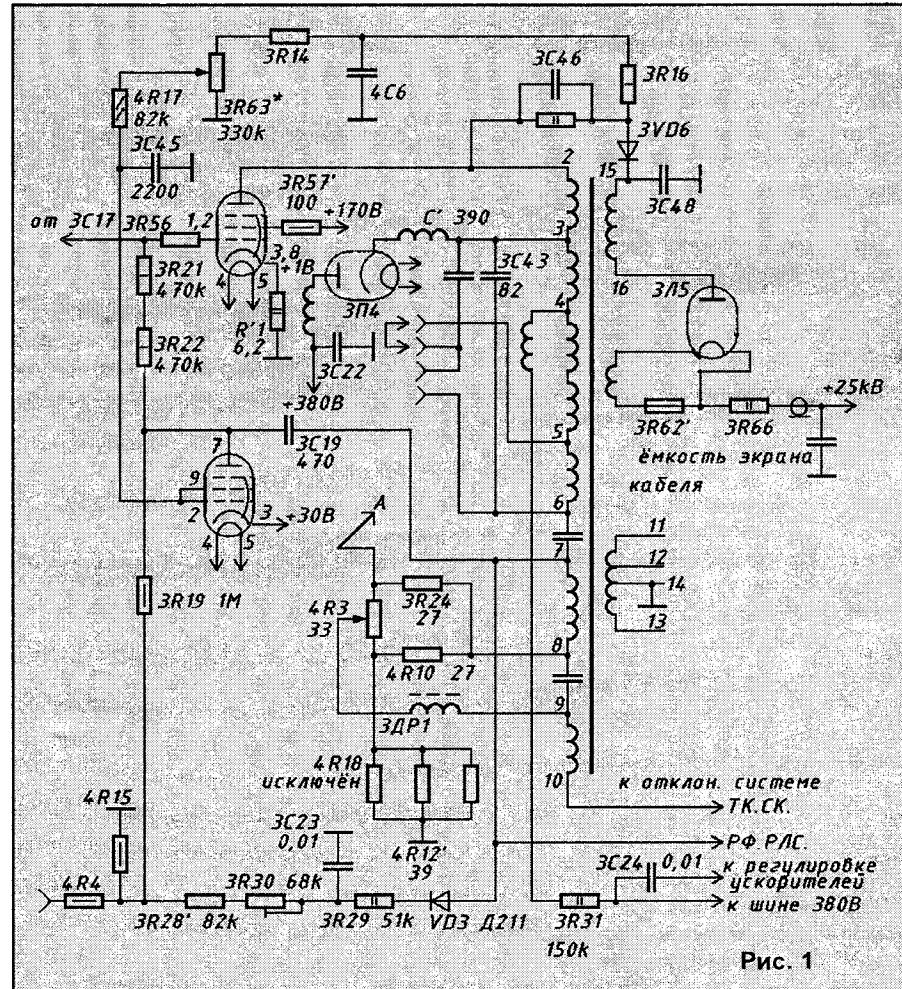

Рис. 1
На рис.1 приведена полная схема доработанного блока БР-1 с лампой 6П31С в выходном каскаде. В этой схеме учтены некоторые недостатки, присущие доработке, описанной в (1), выявленные при эксплуатации телевизора.